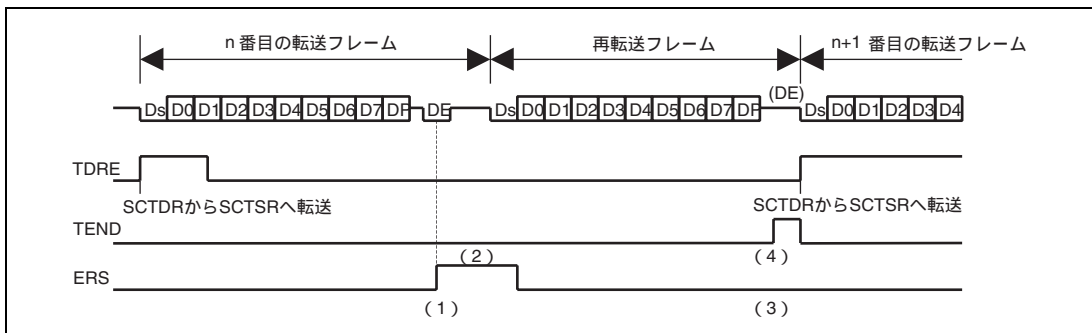

図 30.9 スマートカードインタフェース送信モードの場合の再転送動作スタンバイモード (クロックストップ)
スマートカードインタフェースが送信モードの場合の再転送動作を図 30.9 に示します。図 30.9 の (1) ~ (4) は、以下の動作に対応します。